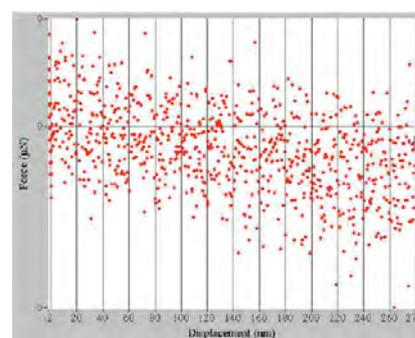
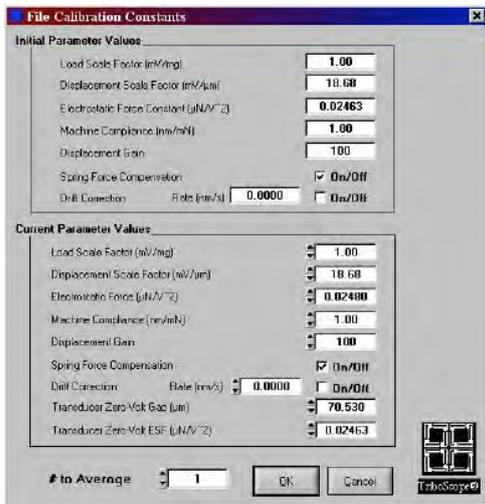

図 14
図 17
5. 表示されたデータが図 14 のように平行移動していれば、
6. 図 17 のウィンドウが表示される。データが右上がりであれば、Transducer zero-volt ESF を減少させ、右下がりであれば、Transducer zero-volt ESF を増加させる。**OK** をクリックし、データが図 14 のように平行になるまで繰り返す。